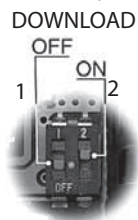

Fig. 2.i
- carregamento na chave dos parâmetros de um controlador (UPLOAD - Fig. 2.h);